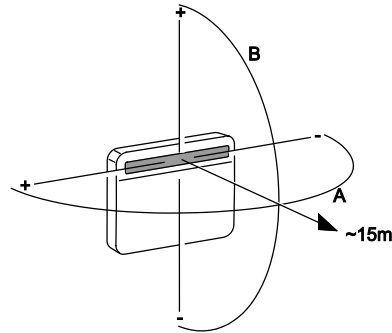
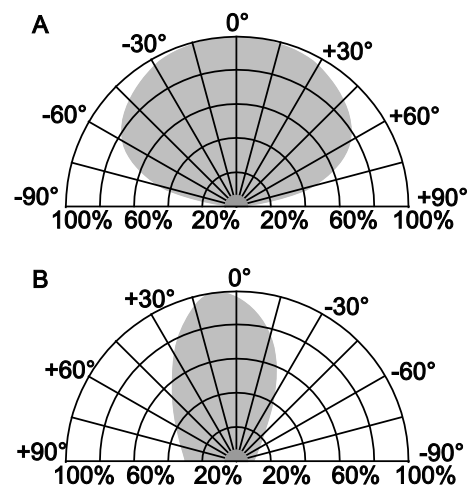

Fig. 1: Alcance
Fig. 2: Zona de recepción
El lugar de montaje se debería encontrar dentro de la zona de recepción IR – véase Fig. 1 y Fig. 2. Tenga en cuenta que puede que el alcance del receptor IR se modifique por luz externa (p. ej., rayos del sol, alumbrado).
2. Al ajustar la dirección, hay que observar el "alcance del receptor IR" – véase Fig. 1 y Fig. 2.